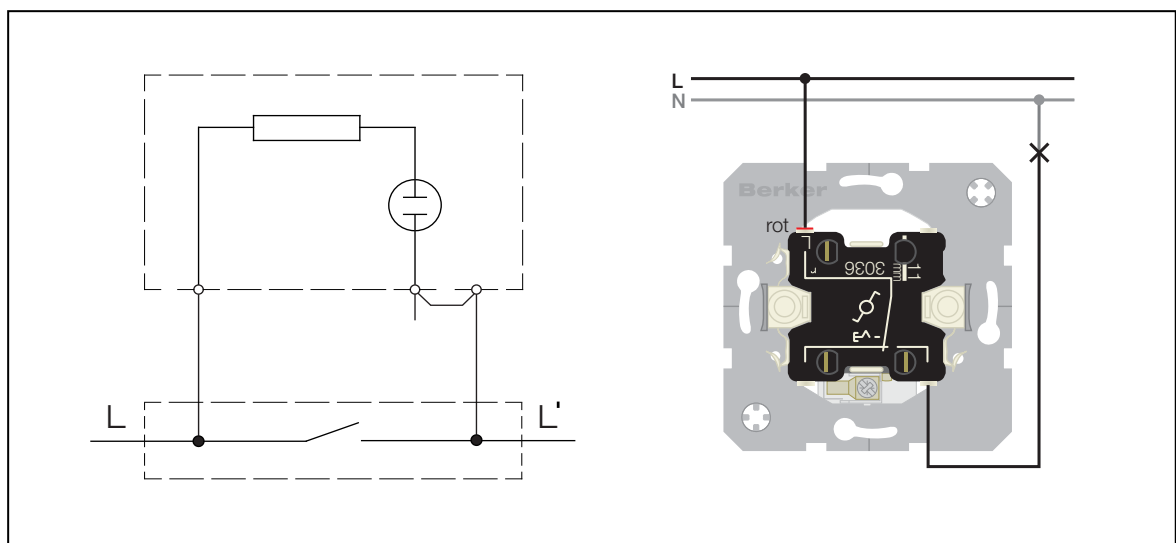

Bild 3
- Schalter nach Verdrahtungsplan anschließen (Bild 3).